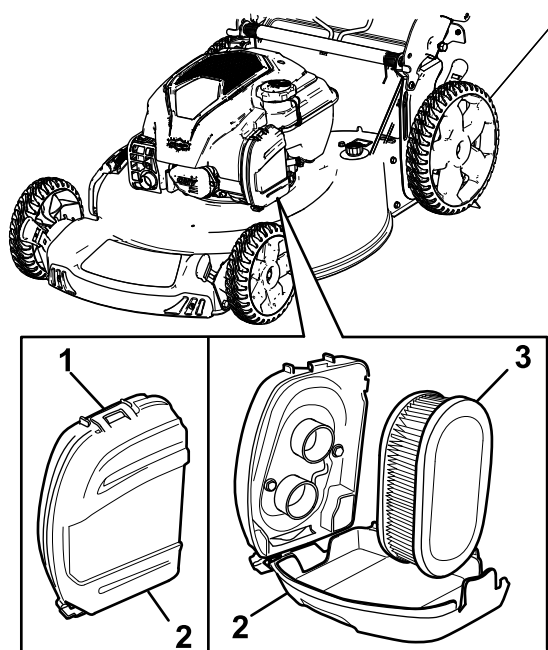

Figura 24
- 1. Abra los cierres de la parte superior de la tapa del filtro de aire (Figura 24).
- 2. Retire el filtro de aire (Figura 24).